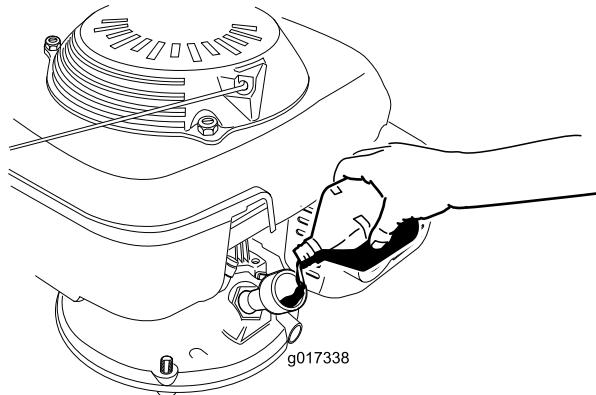

Рисунок 8
3. **Медленно** запейте масло в маслозаливное отверстие, подождите 3 минуты, после чего проверьте уровень масла с помощью масломерного щупа. Для этого начисто протрите щуп, а затем вставьте его в маслозаливное отверстие, **не заворачивая** при этом крышку (Рисунок 8).